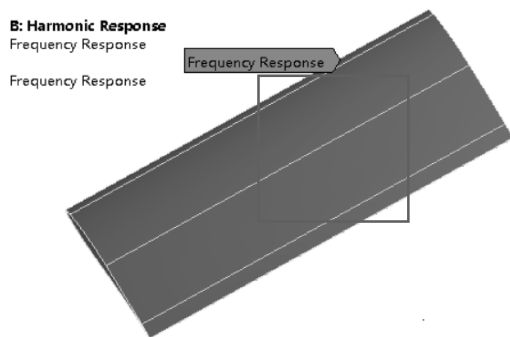

图 4-39 频率响应位置设置
- (1) 在导航树上单击【Solution (B6)】。
- (2) 在求解工具栏中单击【Deformation】→【Total】。
- (3) 在求解工具栏中单击【Stress】→【Equivalent (von-Mises)】。
- (4) 首先在标准工具栏中单击 , 然后选择载荷施加叶片位置上的面, 接着在求解工具栏中单击【Frequency Response】→【Deformation】, 如图 4-39 所示。